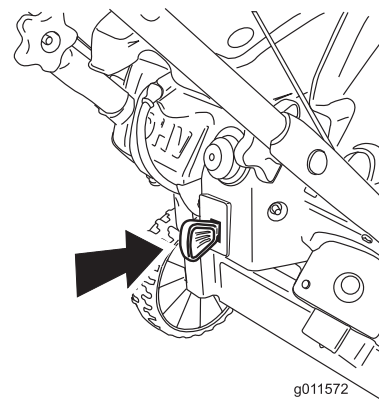

Bild 16
1. Drücken Sie den Zündschlüssel nach unten in die Ein-Stellung (Bild 16).